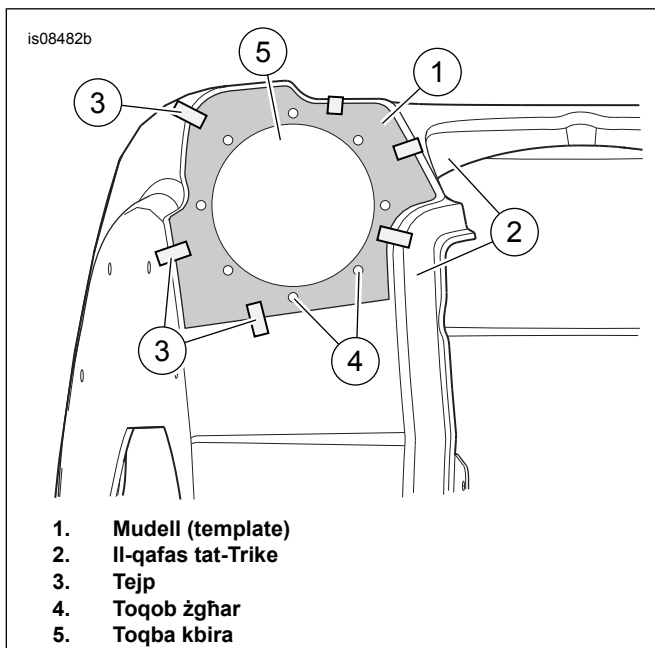

Figura 1. Post immarkat għall-Mudell
1. Ara Figura 1 . Allinja l-mudell (template) (1) ma' naħa waħda tal-qafas tat- trike (2). It-trufijiet tatl-mudell jallinjaw mat-truf tangenzjali tad-tundjaturi tal-qafas tal-frejm. Waħħal il-mudell bit-tejp (3). Aghmel centerpunch fit-tmien postijiet immarkati għal toqob żgħar (4). Immarka t-toqba kbira (5) b'markatur kontrastanti jew lapes tal-griz.